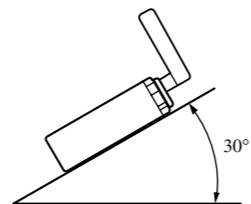

Fig. 12
- L'angle de l'installation, ne doit pas dépasser 30° par rapport à l'horizontale, faute de quoi l'unité ne fournira pas ses performances optimales. (Fig. 12)